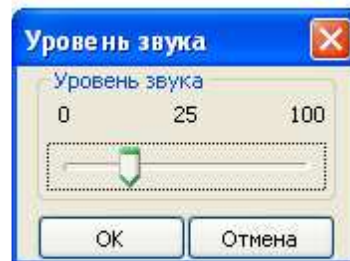

Рисунок 9. Окно "Уровень звука"
- кнопка «**Установить уровень звука...**». Кнопка активна для СИ, имеющих регулируемые средства звуковой сигнализации. Позволяет установить необходимую громкость звучания и проконтролировать ее. По нажатию кнопки «Установить уровень звука ...» отображается окно «Уровень звука» (Рисунок 9). Корректировка уровня звука производится перетаскиванием указателя при помощи мышки. Установленному значению уровня соответствует условное число (в диапазоне от 0 до 100), отображаемое в центре окна. Выбранное значение записывается в память СИ после клика на кнопке «Ok»;